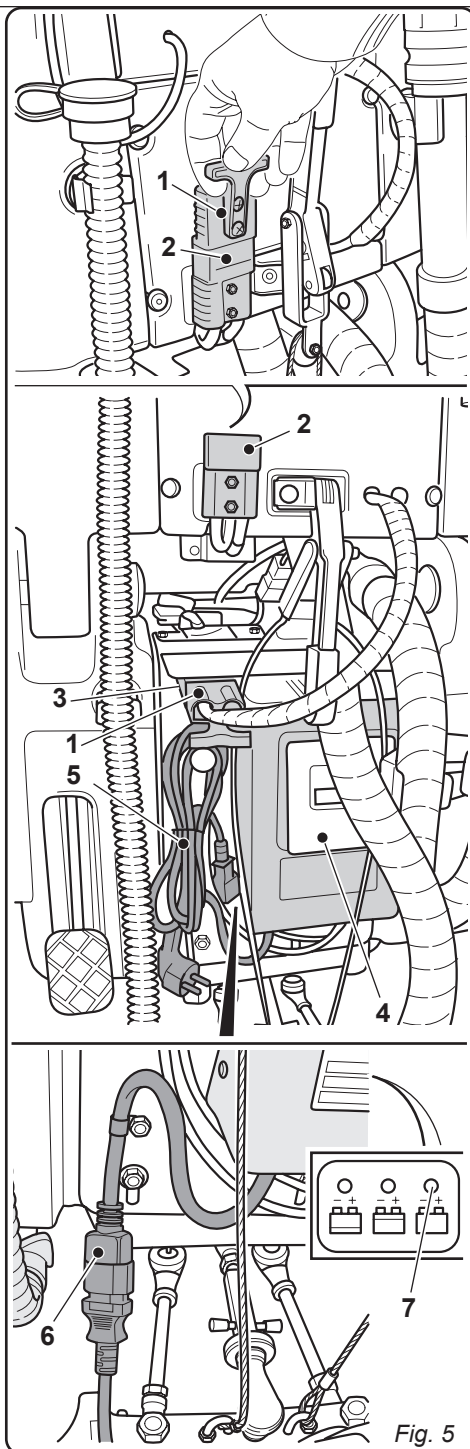

Fig. 5
4.1.a - Carga da bateria através do carregador de baterias de bordo (se presente) (Fig. 5)
- Desligar a ficha (1) das baterias da tomada (2) da instalação.
- Ligar a ficha (1) das baterias à tomada (3) do carregador de baterias de bordo (4).
- Tirar do apropriado engate o cabo (5) e ligá-lo na tomada (6) presente na máquina, portanto ligar a outra extremidade na tomada de corrente da rede.